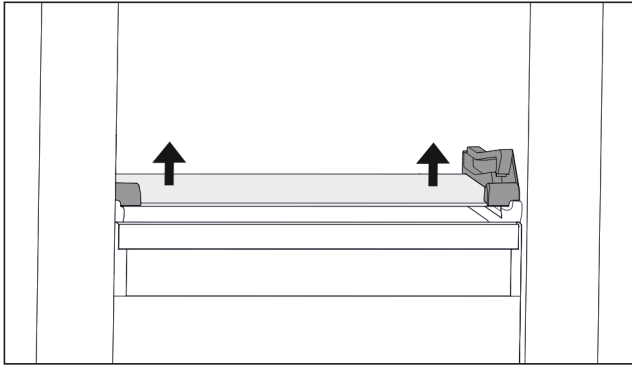

Fig. 107 Стъклена плоча на наклонящото се чекмедже
- ▶ Натиснете стъклената плоча от долу нагоре от двете страни. (виж Fig. 107)